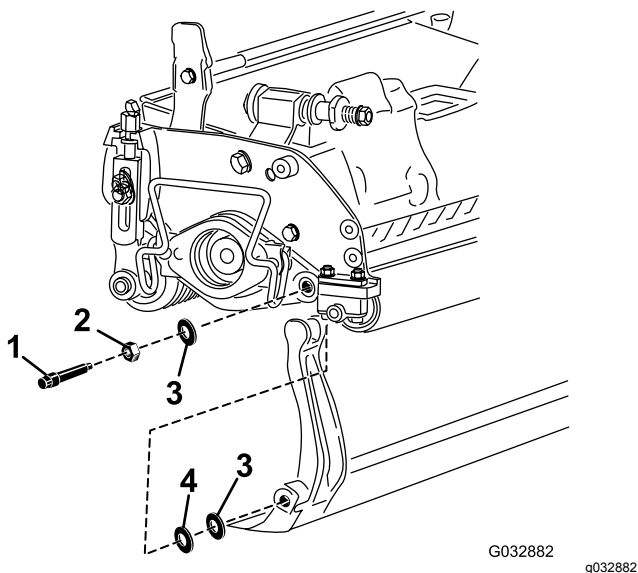

图15
- 取下底刀架两端的2个尼龙垫圈和1个钢垫圈 图15。
3. 将尼龙垫圈放在侧板凸起的一侧。在两个尼龙垫圈的外侧各放一个钢垫圈图15。